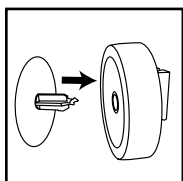

FIGURE 9
12. Insérer le bouchon de la roue (attache vers le haut) dans le boîtier de la roue et de l'axe, en alignant l'attache du bouchon par rapport à la fente dans le boîtier de l'essieu. **FIGURE 9.**